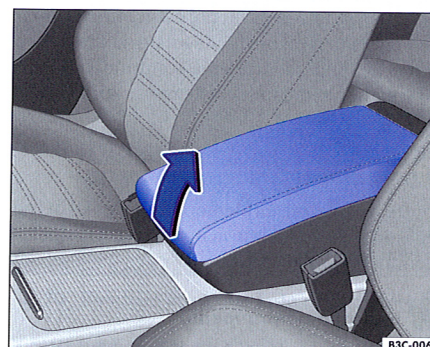

Fig. 66 Cotiera față
– Ridicați cotiera treptat, în sensul indicat de săgeată ⇒ fig. 66 până se atinge poziția dorită.